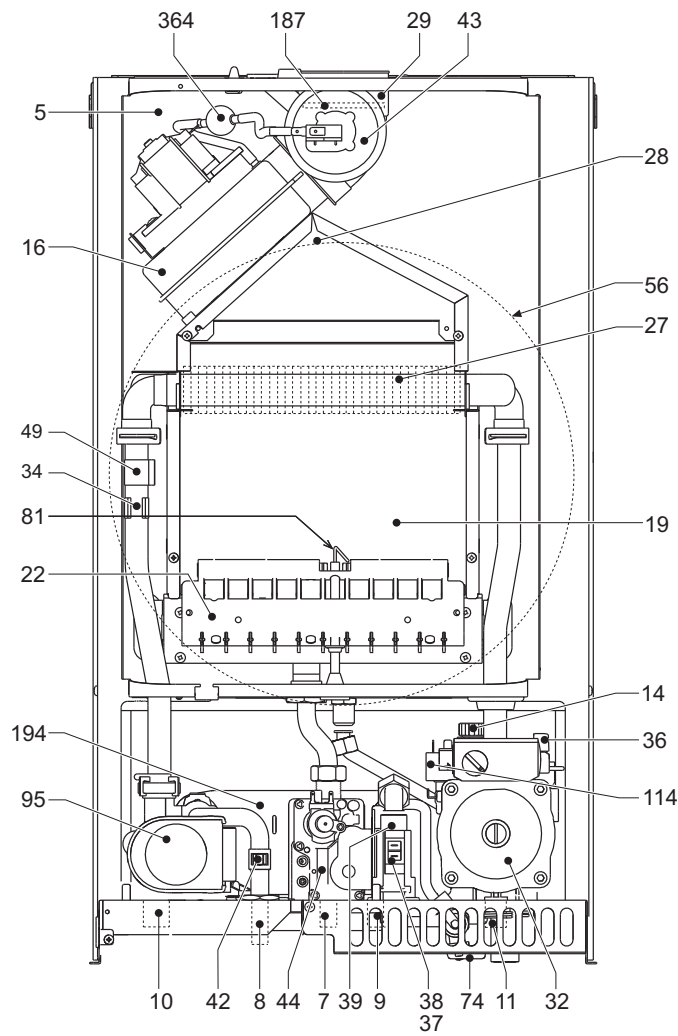
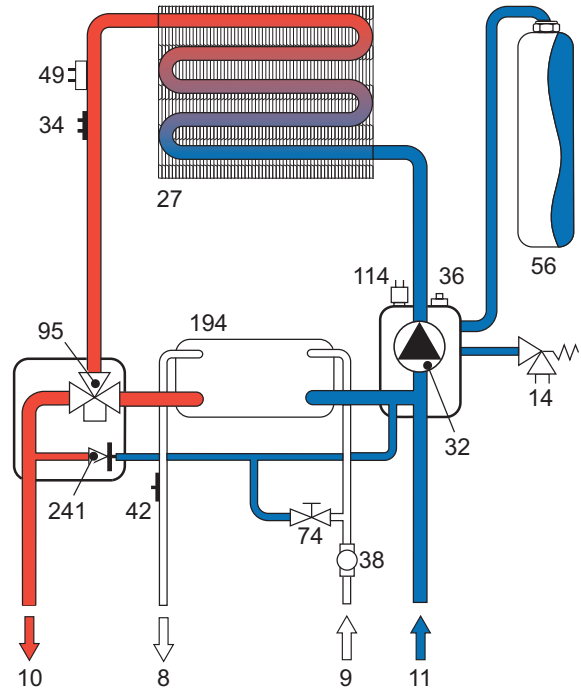
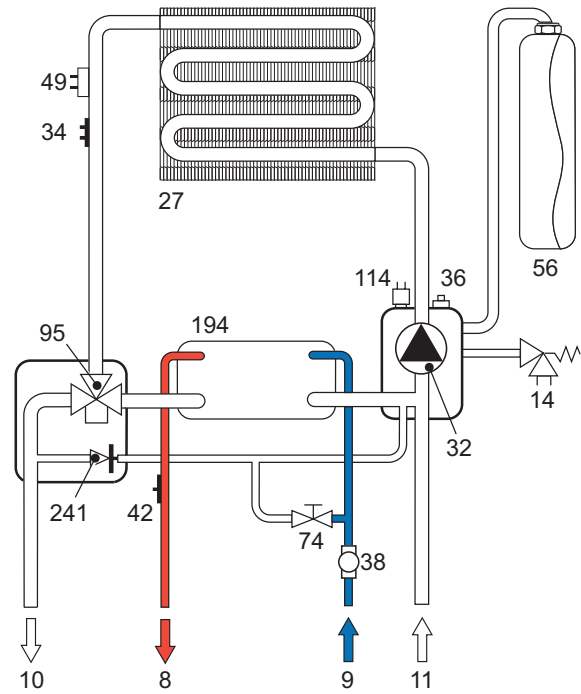

fig. 20 - Vedere generală
fig. 21 - Circuitul de încălzire
fig. 22 - Circuitul de apă caldă menajeră
**Tabel. 9 - Legendă fig. 18, fig. 20, fig. 21 și fig. 22**